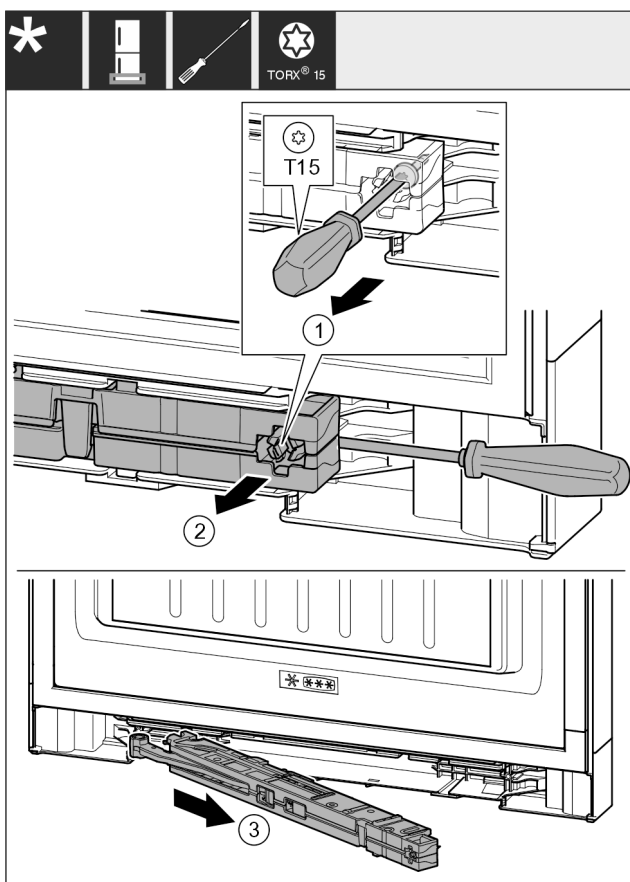

Fig. 17
- Odvijačem T15 otpustite vijak na jedinici prigušivača zatvaranja oko 14 mm. Fig. 17 (1)
- Odvijač gurnite na strani prijanjanja iza jedinice prigušivača zatvaranja. Okrenite jedinicu prema naprijed. Fig. 17 (2)
- Izvucite jedinicu. Fig. 17 (3)